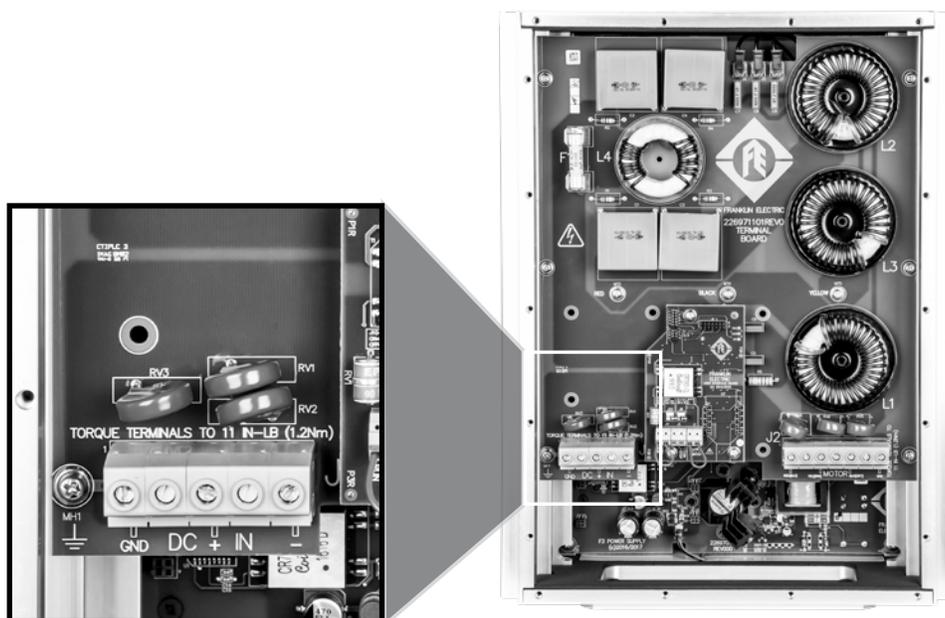

Figura 4: Conexión de cableado de CD
3. Conecte los cables de la desconexión de CD externa al bloque terminal etiquetado “Solar Primary DC” (CD primaria solar) y marcado con +, - y GND (Figura 4). Especificación de par de torsión: 12 in-lb/1,35 Nm (utilice solo conductores de cobre; clasificado a 75 °C como mínimo).